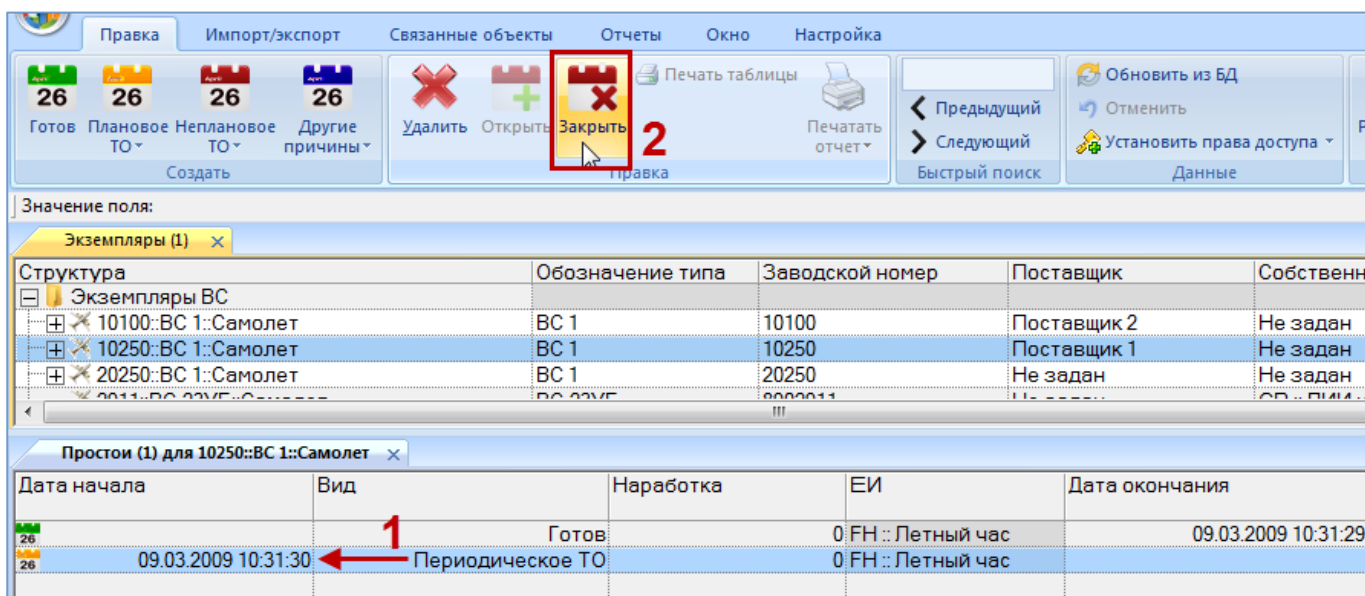

Рис. 13-352 – Закрытие состояния кнопкой «Закрыть» в окне «Состояния»
1) В окне связанных объектов «Простои» для экземпляра ВС выбрать актуальное состояние и нажать кнопку «Закрыть» панели «Правка» (рис. 13-352).